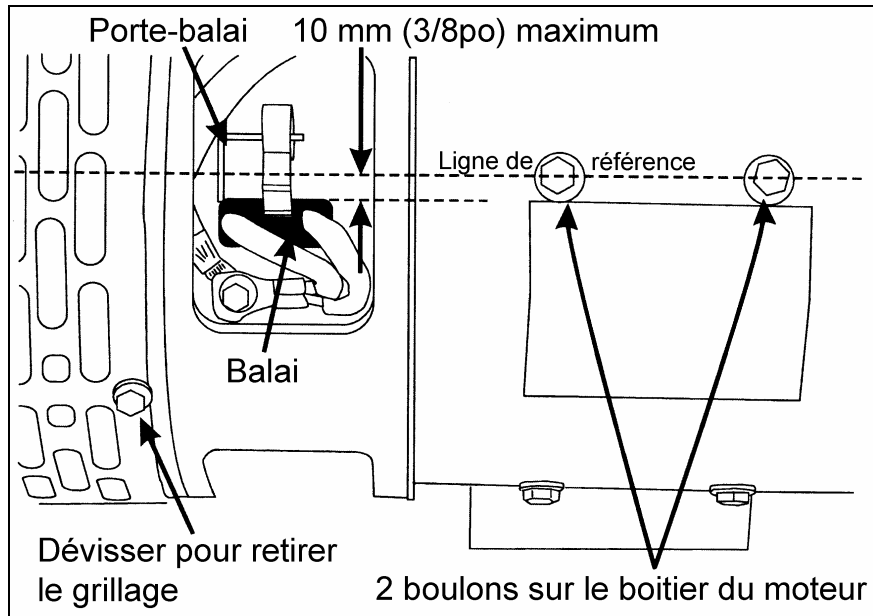

FIGURE 6: MOTEUR DE L'ÉVAPORATEUR
3. Déplacer légèrement le porte-balai exposé de façon à obtenir  **$30 \pm 3$  A en 1re vitesse et  $64 \pm 4$  en 2e vitesse lorsque la porte est fermée**. Respecter la distance maximale de 10 mm (3/8 po) entre la face du balai et la ligne de référence passant au centre des 2 boulons sur le boîtier du moteur (Voir figure 6).